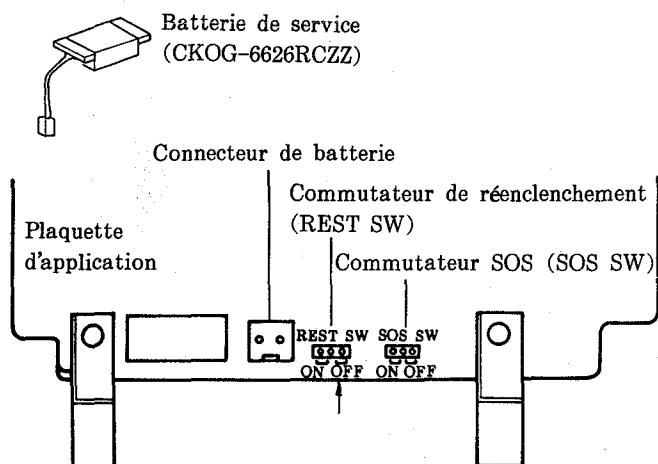

Fig. 14
- (4) Retirer le couvercle arrière. (Voir page 89.)
- (5) Retirer la plaquette d'application du bâti de la manière suivante:
- a) Raccorder une batterie de service (CKOG-6626RCZZ) au connecteur de la batterie situé sur la plaquette d'application. (Voir la Fig. 14.)
b) Régler le commutateur de réenclenchement sur ON (en circuit). (Voir la Fig. 14 ci-dessus.)